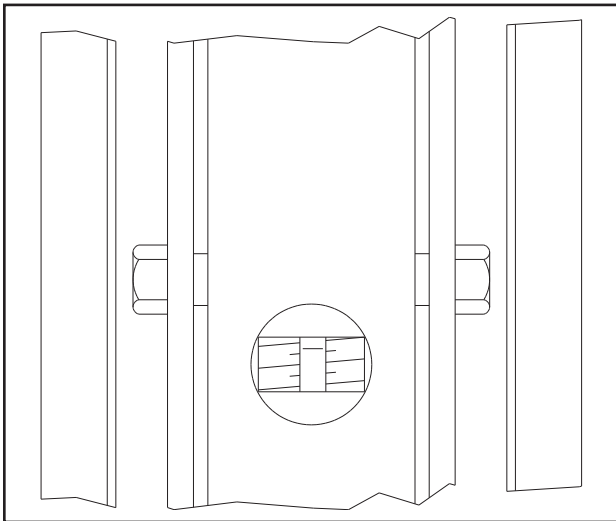

Fig.63 - Abb.63
- portare i carrelli ad una altezza tale che le chiocciolle si trovino in corrispondenza dei fori ricavati sui carter (Fig.63).
- raise carriages to same level as holes on side guards (Fig.63).
■ Placer les chariots à hauteur telle que les écrous se trouvent en face des trous de visite pratiqués dans les carter de vis (fig.63).